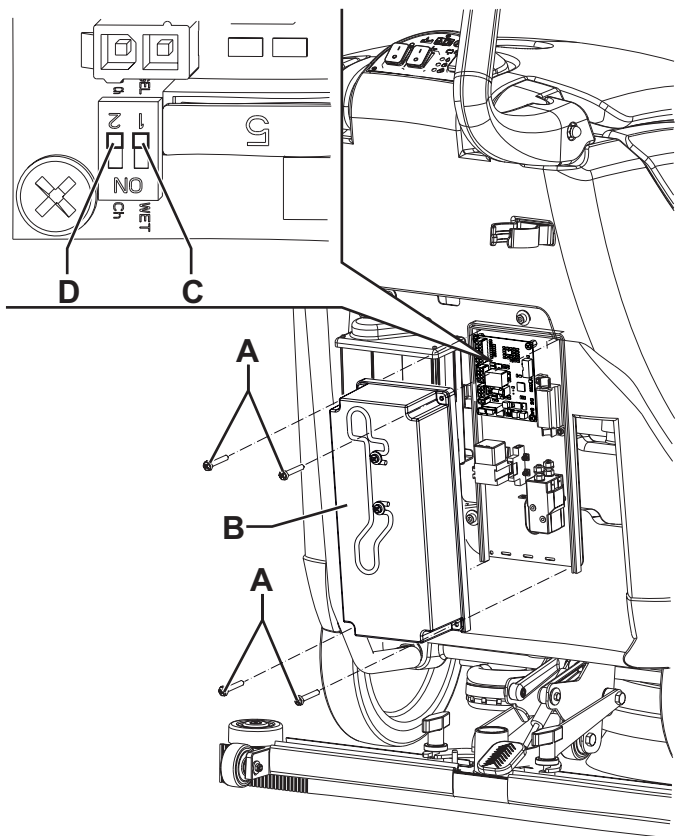

Abbildung 1
1. Batteriestecker (29) trennen.
3. Schrauben (A, Abb. 1) herausdrehen und Deckel (B) des Elektrokastens (25) vorsichtig abnehmen.
4. Mikroschalter (C) auf der Platine auf WET stellen.